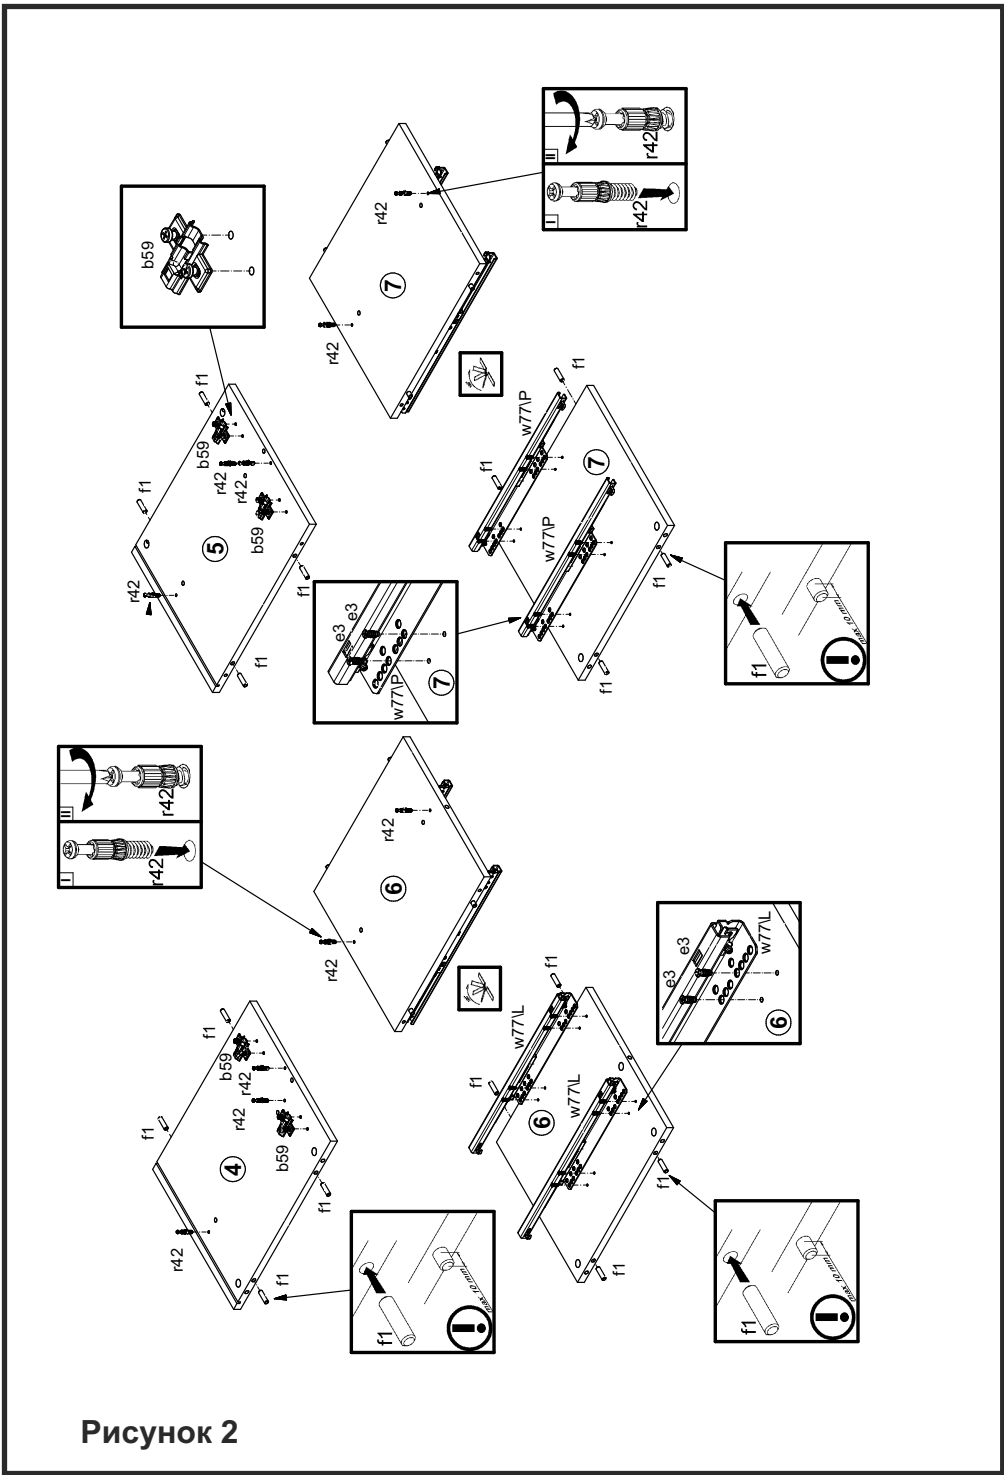
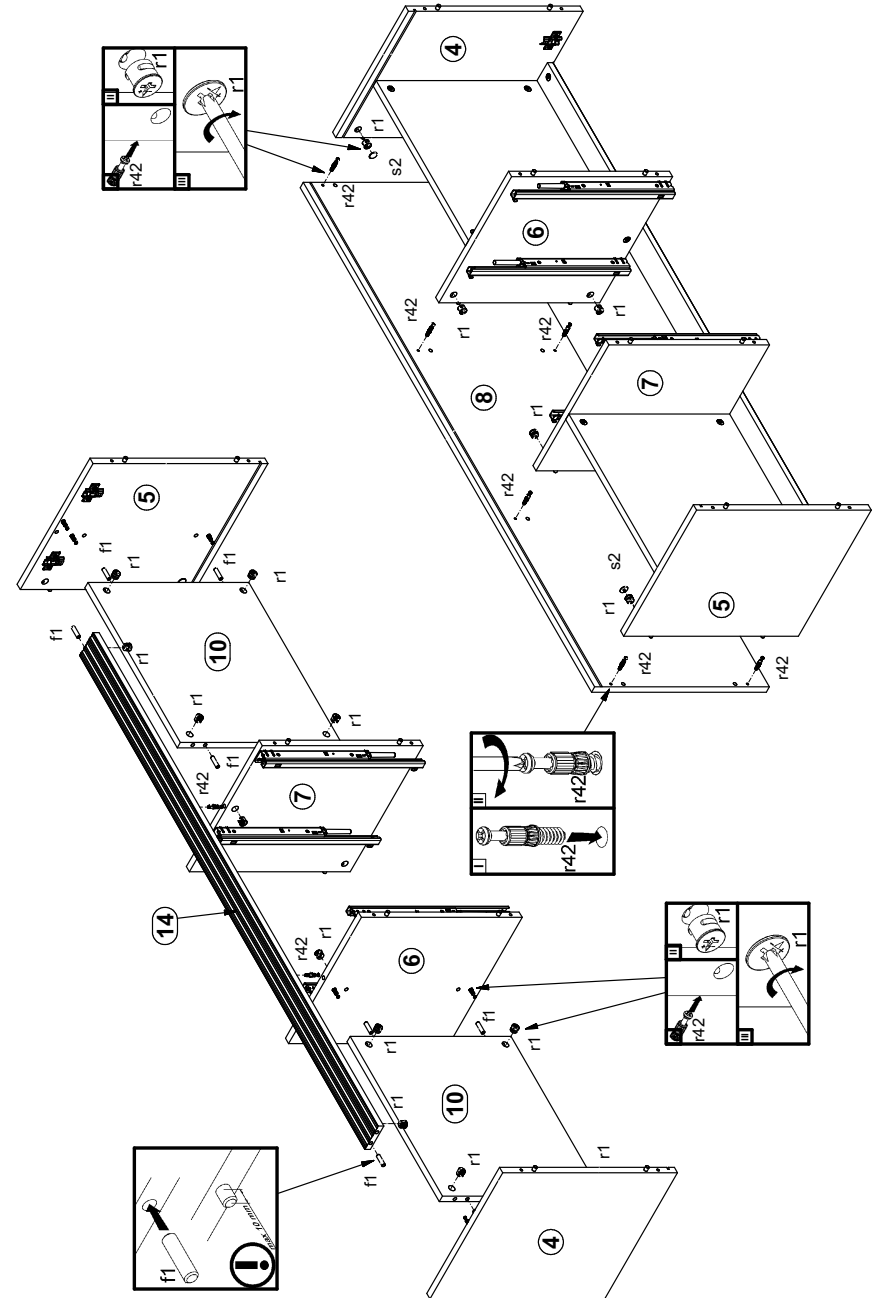

Рисунок 2
Рисунок 3
2. В отверстия Ø8 мм на верхних и нижних кромках стенок боковых 4, 5, стенок средних 6, 7 (см. рис. 2), на боковых кромках полок соединительных 10 (см. рис. 3), на боковых кромках планки декоративной 14 (см. рис. 3) вбить деревянные шканты f1.
3. В отверстия Ø5 мм на внутренних поверхностях стенок 4, 5 закрепить ответные планки петли b59 (см.рис. 2).
4. В отверстия Ø5 мм на внутренних поверхностях стенок 6, 7 закрепить направляющие w77P и w77L еврошрупками e3 (см.рис. 2).
5. В отверстия Ø5 мм на внутренних поверхностях стенок 4, 5, 6, 7 (см. рис. 2), на нижней поверхности щита 8 (см. рис. 3) вкрутить винты стяжки r42.
6. В отверстия Ø15 мм на нижних поверхностях полок 10 (см. рис. 3), на задней поверхности планки 14 (см.рис. 3), на боковых поверхностях стенок 4, 5, 6, 7 вставить стяжки эксцентриковые r1.
7. Соединить детали 4, 5, 6, 7, 10, 14 и затянуть стяжки эксцентриковые r1, пользуясь отверткой (см. рис. 3).
8. Присоединить щит 8 к стенкам 4, 5, 6, 7 и затянуть стяжки эксцентриковые r1, пользуясь отверткой (см. рис. 3). Стяжки эксцентриковые r1 на стенках 4, 5 закрыть заглушками s2.